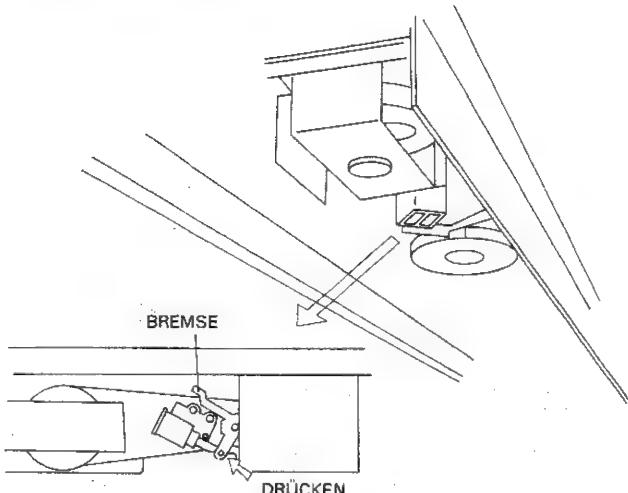

Abbildung 25
(9) Den Bremsmagnetschalter unter der rechten Seite der Blatttafel drücken, um die Bremse freizugeben. Das weißblatt von Hand langsam herausziehen. (Abbildung 25)